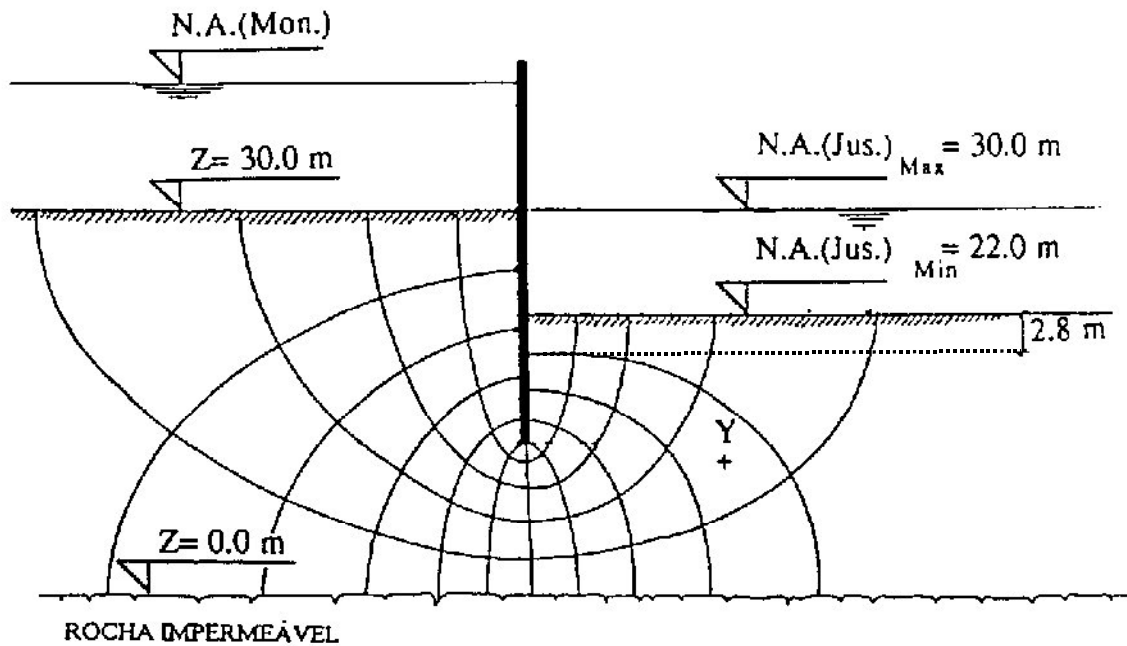

Figura 8
9. A Figura 8 representa uma cortina impermeável com 100 m de extensão e a rede de percolação que descreve o movimento da água no terreno. O nível de água de jusante pode variar entre uma cota máxima de 30,0 m e uma cota mínima de 22,0 m. Para o solo tome $\gamma = 19 \text{ kN/m}^3$ e $k = 10^{-6} \text{ m/s}$. Admita $\gamma_w = 9,8 \text{ kN/m}^3$.